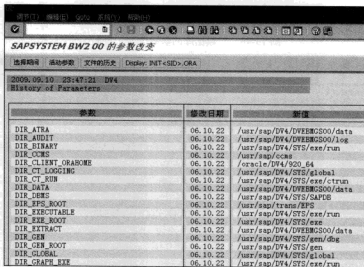

图 13-49 应用系统参数改变详细内容
STEP 2 从图中可以看到系统按照“主机名”、“修改日期”对参数变更记录进行了排序。选择某个“主机名”，然后双击这条记录，即可看到具体的应用系统参数改变内容，如图 13-49 所示。